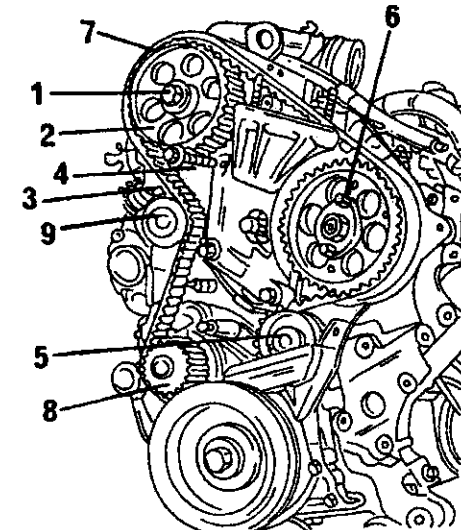

Рис. 377. Установка зубчатого ремня.
- Провернуть распределительный вал в положение, при котором можно вставить болт М8 x 40 в месте (4) на рисунке 362. При этом зубчатый шкив устанавливается в положение, нужное для наложения зубчатого ремня.
- Затянуть болт (2) натяжителя зубчатого ремня моментом 20 нм (Рис. 377).
- Затянуть болт (2) скобы подвески двигателя моментом 20 нм (Рис. 377).
- Заблокировать приводной шкив топливного насоса высокого давления, вставив два болта (7) и (9) на рисунке 362. При этом приводной шкив устанавливается в положение впрыска топлива первого цилиндра.
- Наложить зубчатый ремень. Сначала ремень накладывается на зубчатый шкив коленчатого вала, затем на жестко закрепленный направляющий ролик (5) на рисунке 377, приводной шкив топливного насоса высокого давления (6) и зубчатый шкив распределительного вала (2). Держа зубчатый ремень натянутым, наложить его с другой стороны на шкив водяного насоса (8) и на натяжной ролик (9).